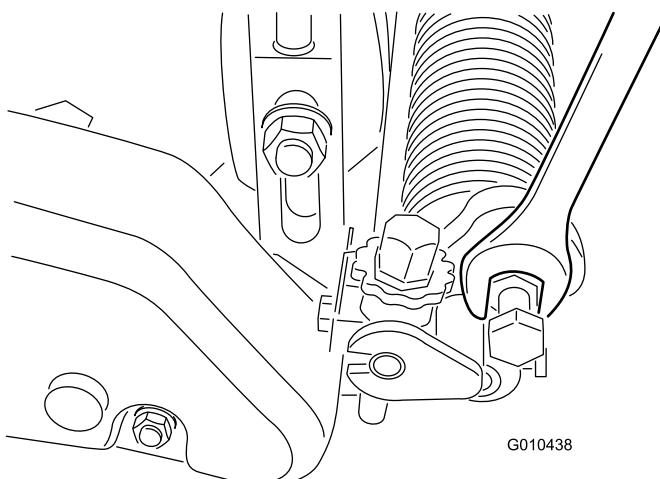

Figure 24
- B. Tournez les bras vers le haut ou le bas à la position A ou B (Figure 24).